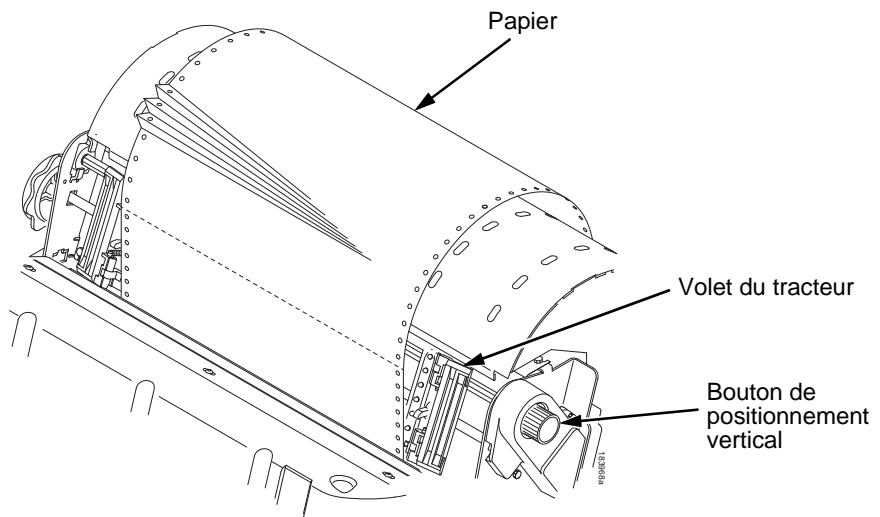

Figure 30. Résolution d'un bourrage papier
4. Inspectez le chemin de papier et les tracteurs pour vérifier qu'il n'y a pas de feuilles ou d'étiquettes déchirées ou pliées. Retirez tous les morceaux de papier de l'imprimante en tournant le bouton de positionnement vertical (voir Figure 30).